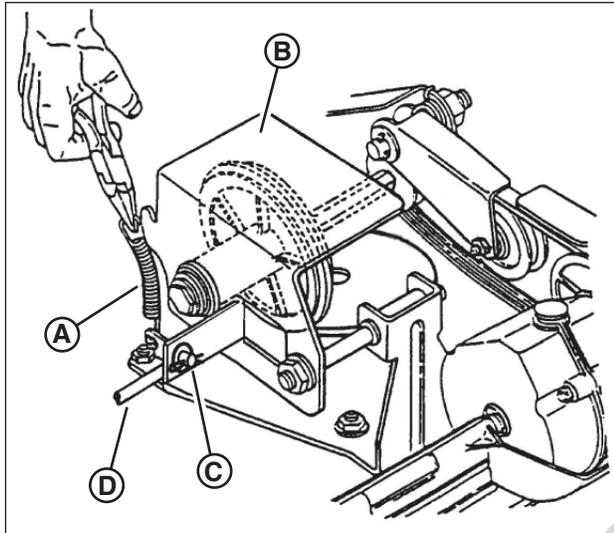

Figure 26: Réglage du disque entraîné
2. Retirez le ressort de disque entraîné (**A**, **Figure 26**) de l'ensemble du disque entraîné (**B**). Retirez également la goupille et la rondelle (**C**) de la tige de transfert (**D**), puis retirez l'extrémité de tige de transfert de l'orifice dans l'ensemble du disque entraîné.